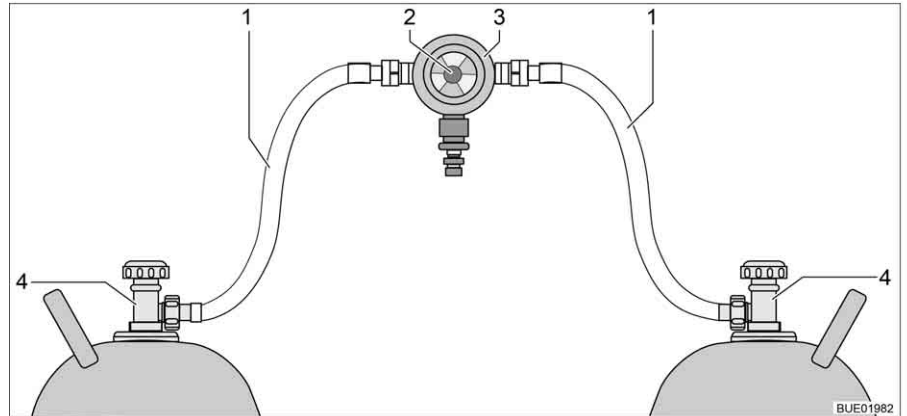
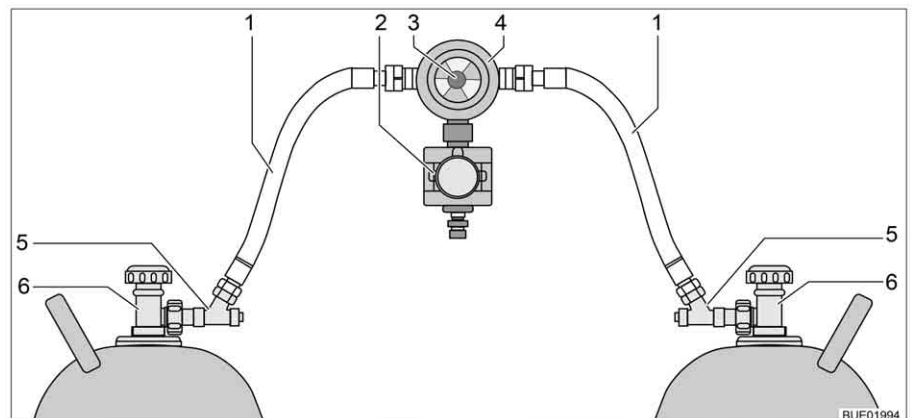

Bild 112 Omkopplingsenhet för gasflaska
Bild 113 Omkopplingsenhet för gasflaskor med CPU
Omkopplingsenheten för gasflaskorna består av en kombinerad gastrycksregulator med omkopplingsventil och visning (Bild 112,3). Omkopplingsenheten för gasflaskor är monterad mellan de två gasslangarna (Bild 112,1).
Omkopplingsenheten för gasflaskorna består av en kombinerad gastrycksregulator med omkopplingsventil och visning (Bild 113,4) och en elektroventil (Bild 113,2). Elektroventilen spärrar vid kraftig bromsning, olycksfall eller kraftig lutning, av gastillförseln till fordonet. Omkopplingsenheten för gasflaskor är monterad mellan de två gasslangarna (Bild 113,1) med slangbrotts-säkringar (Bild 113,5).
Med vredet (Bild 112,2 resp. Bild 113,3) på omkopplingsenheten, ställer du in vilken av gasflaskorna som ska användas som driftflaska och vilken gasflaska ska användas som reservflaska.
Med kontrollenheten (Bild 114) kan endast de elektriska funktionerna styras. Gasflaskornas huvudavstängningsventiler (Bild 112,4 resp. Bild 113,6) måste öppnas eller stängas för hand.
- Öppna huvudavstängningsventilerna på gasflaskorna (Bild 112,4 resp. Bild 113,6).
- Tryck in slangbrottsäkringarna (Bild 113,5) i 10 sekunder, efter varandra.
- Välj med vredet (Bild 112,2 resp. Bild 113,3) på omkopplingsenheten, gasflaskan som ska prioriteras (driftflaska).
- Stäng huvudavstängningsventilerna på gasflaskorna (Bild 112,4 resp. Bild 113,6).